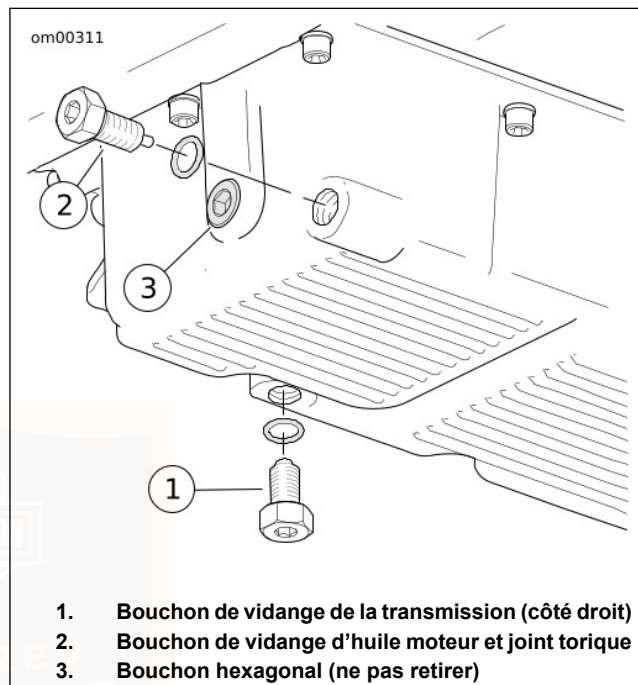

Figure 52. Carter d'huile
2. Voir Figure 52. Enlever le bouchon de vidange de la transmission. Vidanger le carter de chaîne primaire.